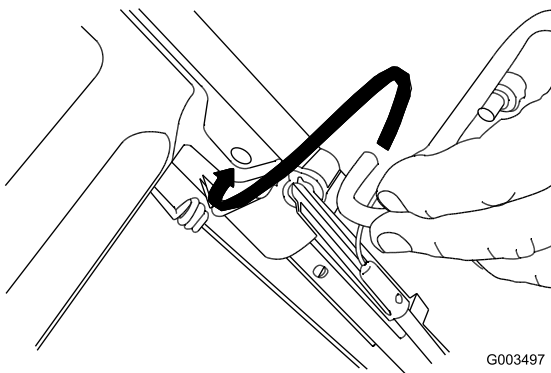

Bild 3
1. Bauen Sie den Schaltbügel in den oberen Griff ein (Bild 3).